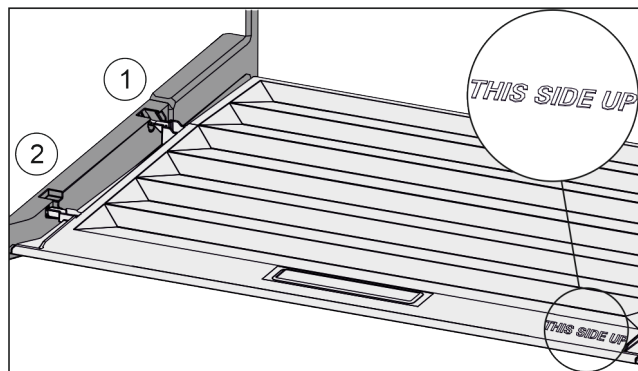

Fig. 132
- ▶ Introduceți nervura capacului prin orificiul suportului posterior Fig. 132 (1) și înclichetați-l în față în suport Fig. 132 (2).